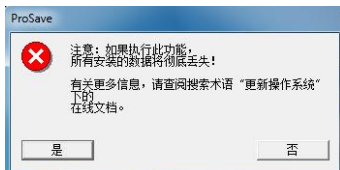

图 5-10
4. 点击“更新 OS”按钮，系统弹出如下警告信息，如果您确实要做更新 OS 的操作，那么点击“是”，否则点击“否”。如图 5-10 所示。